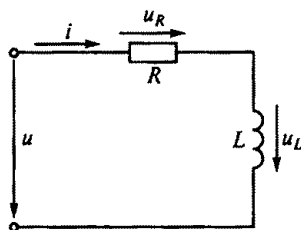

Рис. 112
3.71. По какому закону изменяется напряжение u в цепи на рис. 112, если $i = 10 + 5 \sin 200t$? (Параметры R и L считать известными.)
3.72. В цепи на рис. 112 ток $i = 5 + 5\sqrt{2} \sin \omega t$, $R = 3$ Ом, $x_L = 4$ Ом. Составить ряд Фурье для напряжения и определить мощности. (Указать неправильный ответ.)